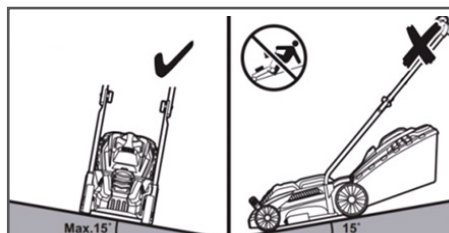

Рис. 10 Положение газонокосилки при кошении.
8. Запрещается работать газонокосилкой, если угол склона превышает  $15^\circ$  (Рис. 10).